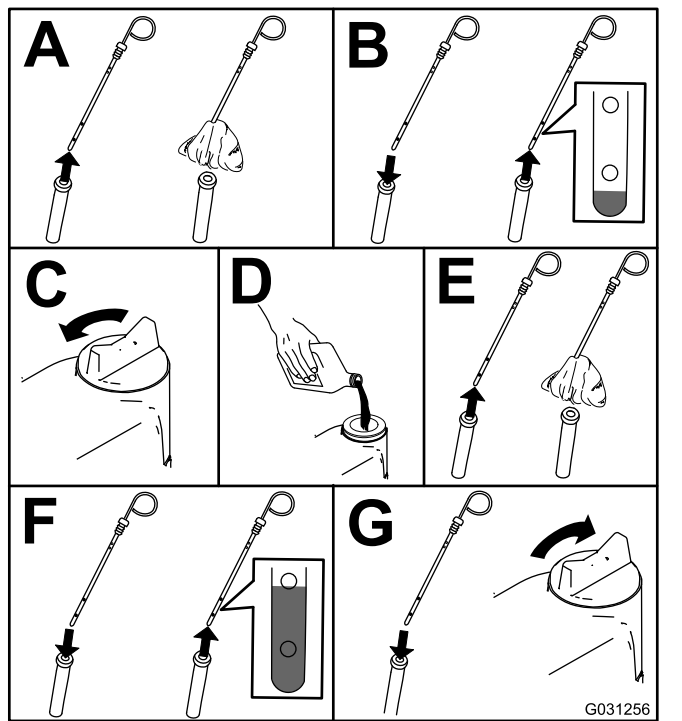

Figura 74
2. Verifique o nível de óleo do motor (Figura 74).